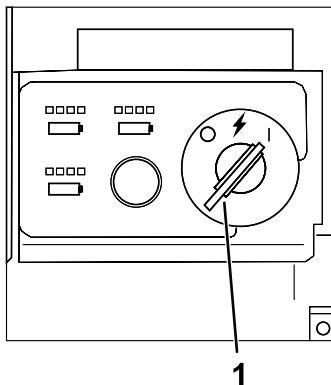

Figura 12
4. Girate la chiave in posizione di ACCENSIONE per accendere la macchina. Figura 12